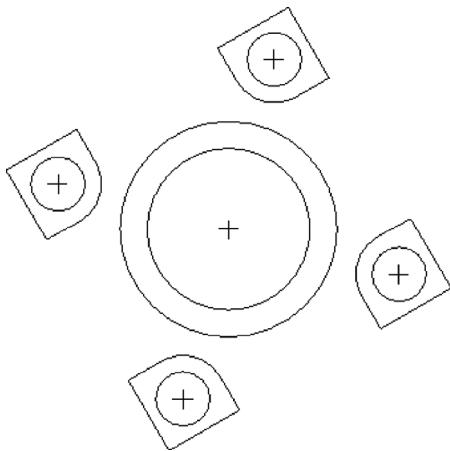

图 2-25 打开模型文件
STEP 01 单击快速访问工具栏中的“打开”按钮, 打开模型文件, 如图 2-25 所示。